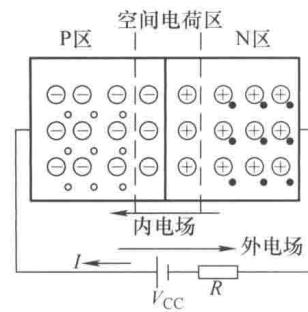

图 1-19 外加正向电压时的 PN 结
(1) PN结加正向电压时处于导通状态 图1-19所示为当PN结加上外加电源 V_{CC} ，电源的正极接P区，负极接N区，则称PN结加正向电压或正向偏置。这时外加电压的方向与内电场方